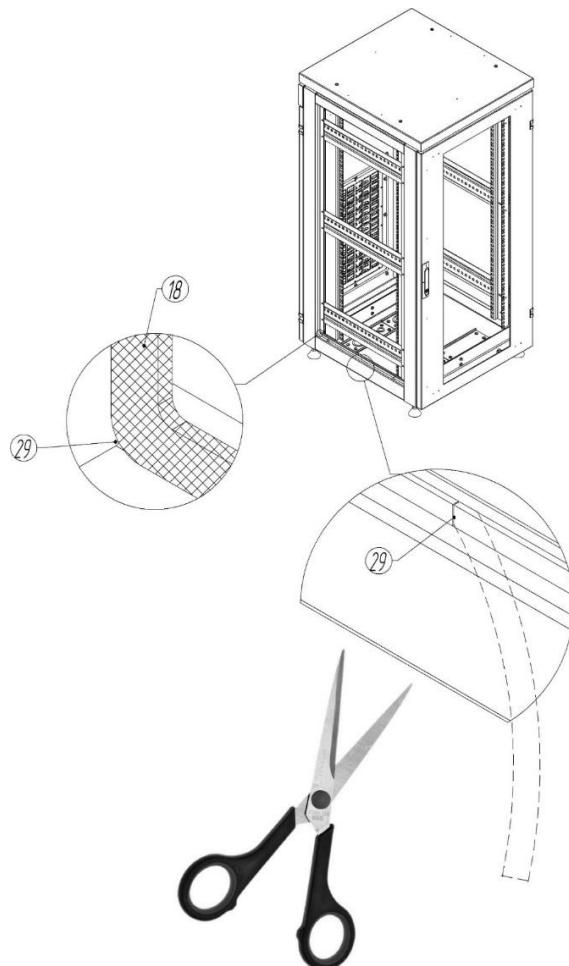

Рис.4
- 5.3 –из комплекта шкафа взять липкий уплотнитель D - образный поз. (18). Наклеить с минимальным радиусом в углах в плотную на боковые поверхности шкафа, к крыше, дну, и рамам. Стык сделать внизу шкафа (излишки уплотнителя обрезать) и загерметизировать. Допускается в углах закрепить уплотнитель герметиком (29) См рис.4